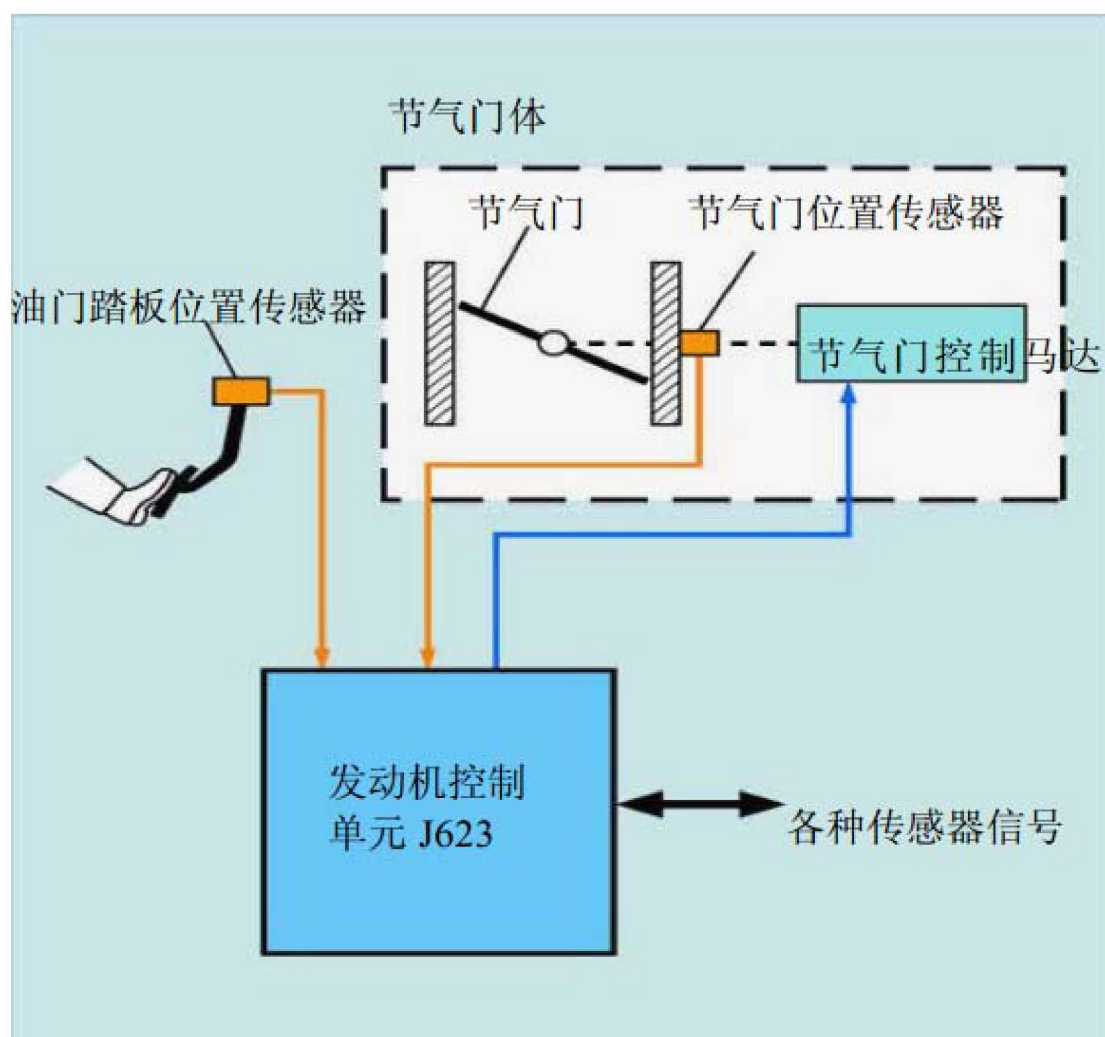

图 4 节气门控制原理图
- 3). 诊断提示, 数值 2 显示怠速时发动机负荷为 14%, 正常值应为 18%- 19%, 由于节气门开度低于怠速时节气门开度值, 因此 ECU 会将车辆控制为跛行状态, 原理结构图如图 4: